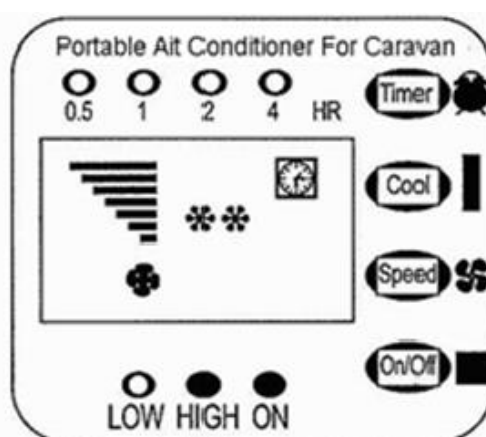

Fig . 4
Trykk KJØL på nytt for å stille omgivelsestemperaturen til 25°C. Skjermen vil vise to (2) stjerner (fig. 4).